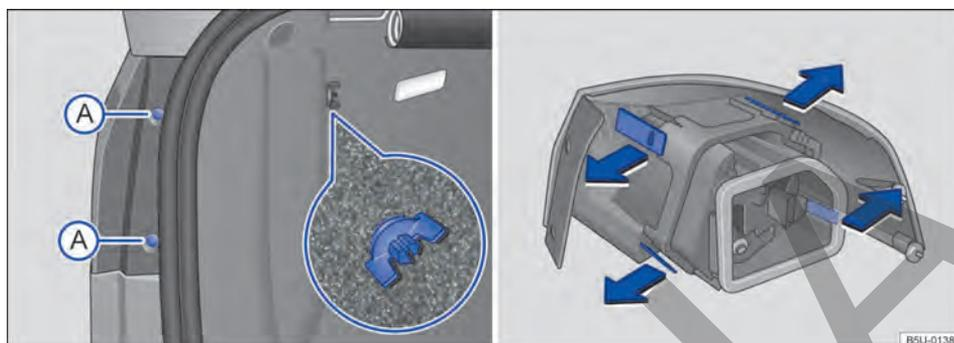

Fig. 182 En la carrocería remover la linterna trasera y el soporte de las lámparas.
- 3 Remover los tornillos de fijación → fig. 182 (A).
- 4 Soltar el tornillo mariposa → fig. 182 (lupa) y retirarlo, sosteniendo, al mismo tiempo, la linterna trasera.
- 1 Para desbloquear el soporte de las lámparas, presionar cada lengüeta de bloqueo en el sentido de las flechas → fig. 182.